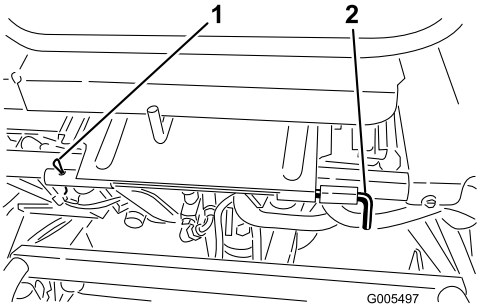

Figura 33
- Baje el asiento y retire el pasador que fija la varilla de pivote del asiento al bastidor (Figura 33).